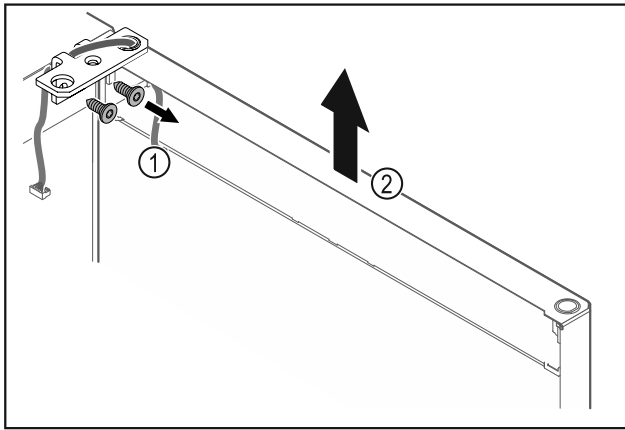

Fig. 23
- Skruva av gångjärnsfästet Fig. 23 (1).
- Lyft dörren rakt uppåt med gångjärnsfästet Fig. 23 (2) ca 200 mm och ta av den.